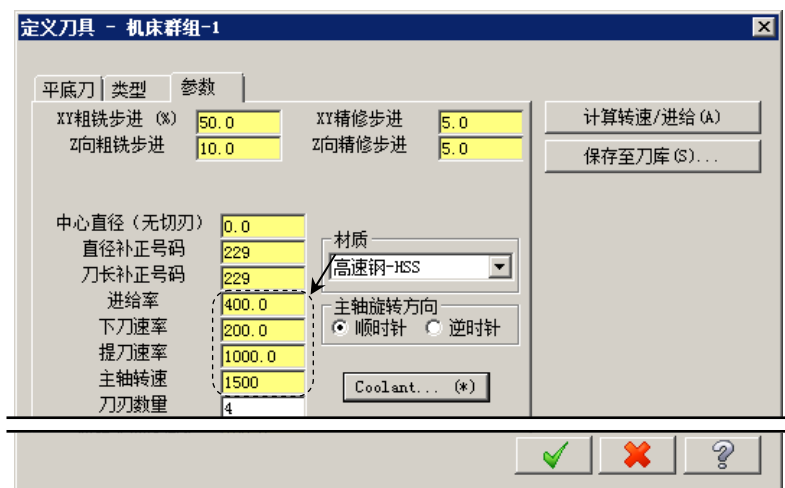

图 1.17 “参数”选项卡
(1) 完成上步操作后，在“2D 刀具路径-外形”对话框的刀具列表框中显示出 Step6 所选取的刀具，双击该刀具，系统弹出“定义刀具-机床群组-1”对话框。
(2) 设置刀具号码。在“定义刀具-机床群组-1”对话框的 **刀具号码** 文本框中，将原有的数值改为 2。
(3) 设置刀具的加工参数。单击“定义刀具-机床群组-1”对话框中的 **参数** 选项卡，设置图 1.17 所示的参数。
(4) 设置冷却方式。在 **参数** 选项卡中单击 **Coolant...** 按钮，系统弹出“Coolant...”对话框，在 **Flood**（切削液）下拉列表中选择 **On** 选项。单击该对话框中的 按钮，系统返回至“定义刀具-机床群组-1”对话框。